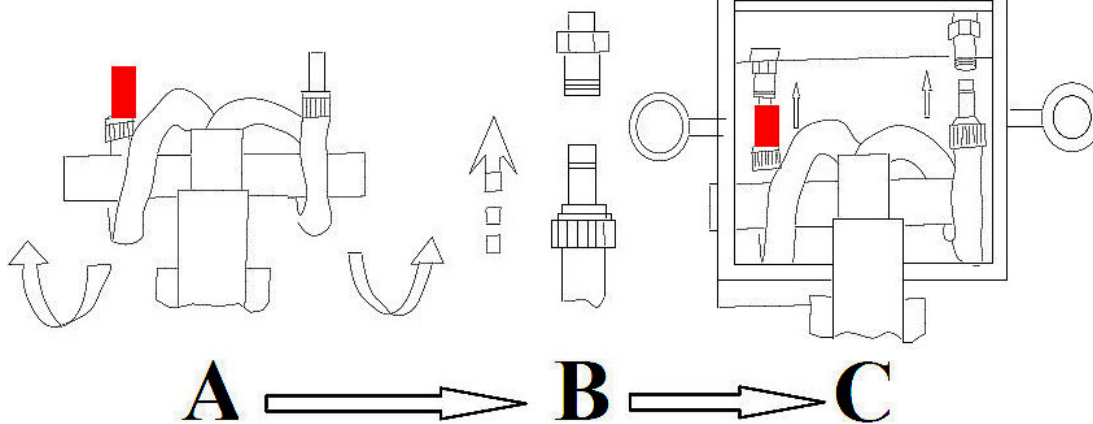

Abb. 6: Druckluftleitungen verbinden Modell WWH 50002 PH
Schritt 2: Montieren Sie den Rangierhebel an der Maschine mit Hilfe der Schraube. Spannen Sie den Sicherungsring ein und führen Sie die Leitungsarmaturen entsprechend ihren unterschiedlichen Außendurchmessern in die Muffen ein. Montieren Sie den Rangierhebel, um ihn in horizontaler Richtung, 45° und 90°, vom Wagenheber zu verriegeln (Siehe Abbildung 6, Pos. A und Pos. B).